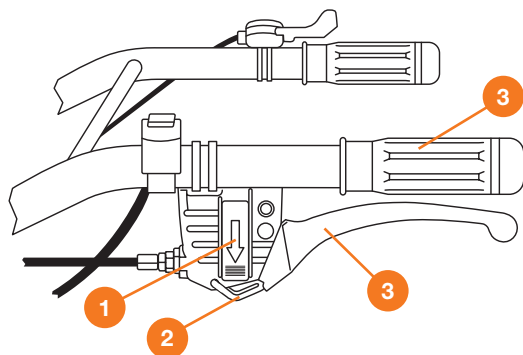

Рис.15
Рычаг привода сцепления культиватора приводит в действие движение фрез. Для включения рычага привода ③ нажмите клавишу блокировки ①, удерживая клавишу блокировки прижмите рычаг привода к рулевой скобе ④ и зафиксируйте его фиксатором ② (Рис.15). Для остановки вращения фрез прижмите рычаг привода к рулевой скобе, фиксатор высвободится автоматически, отпустите рычаг привода и вращение фрез прекратится.